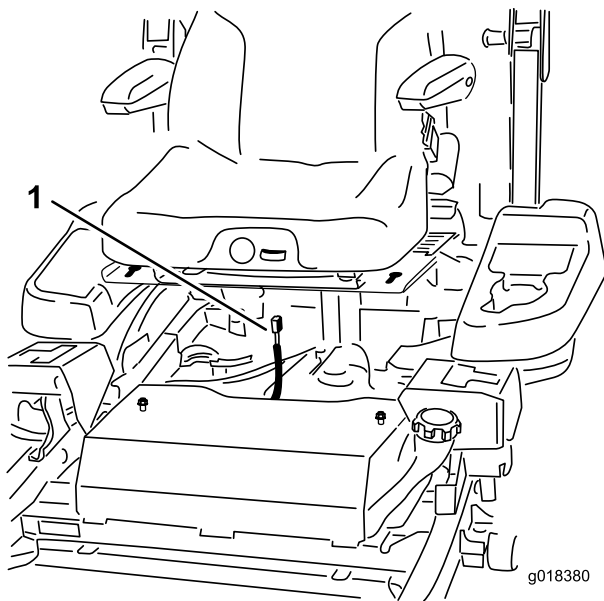

Figura 3
4. Inserite il connettore di cablaggio nell'interruttore del sedile posto anteriormente sotto il sedile (Figura 3).